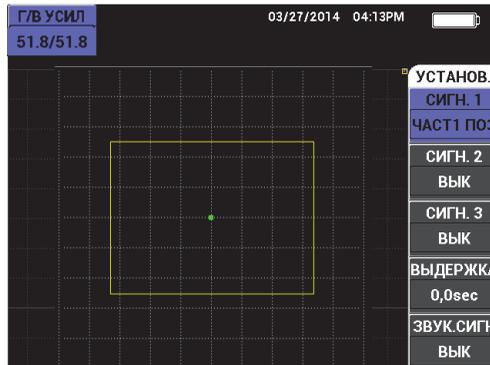

Рис. 5-243 Полярность сигнализации
1. Нажмите клавишу A, затем, с помощью ручки регулятора, выберите полярность сигнализации. После выбора полярности, на экране прибора отображается прямоугольник (см. Рис. 5-243 на стр. 316).